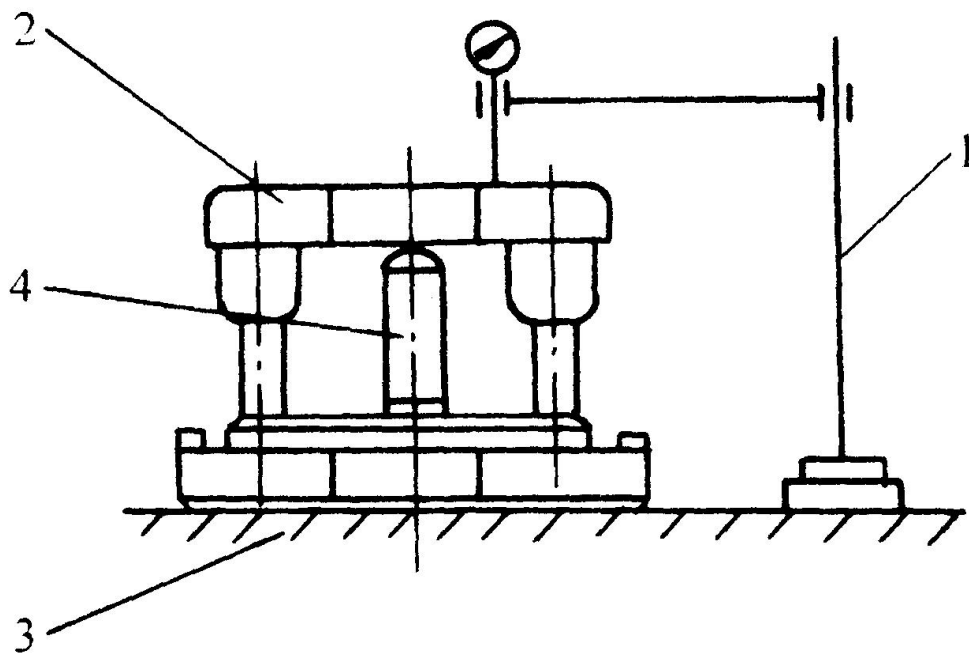

图2-43
- 2) 在上、下模板的中心位置上，用球面支持杆支撑上模板（见图2-43）。